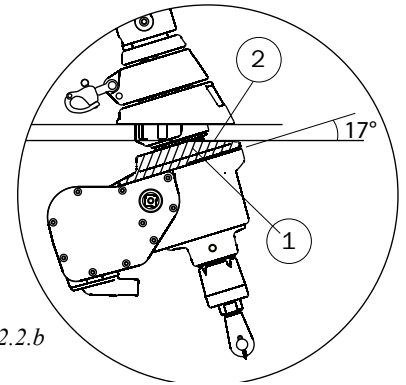

Abb. 3.2.2.b
Die schwarze Decksmanschette ① (Abb. 3.2.2.b) am 300 TD-Modell Motor ist abgeschrägt ② um ein F-Maß von 20 mm, siehe Tabelle 3.2.2.a.